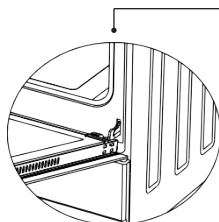

Imagen 1.1
2. Observe detenidamente las bisagras de la puerta para encontrar unos pequeños ganchos. Éstos son las pestañas de bloqueo de las bisagras de la puerta (imagen 1.1)